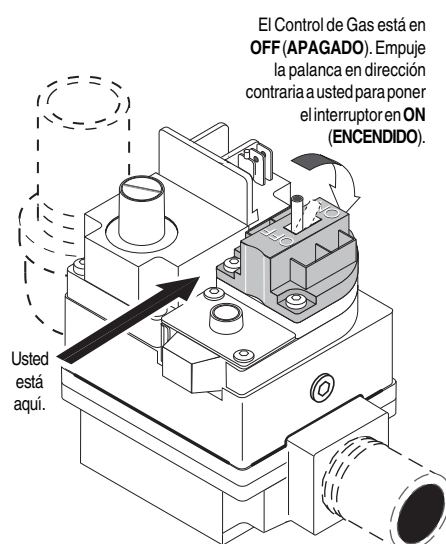

Figura 26.
6. **Válvula de Palanca:** Tire la palanca hacia usted para apagar el gas, ver **Figura 26**.
7. Espere cinco (5) minutos para sacar cualquier gas. Si luego le huele a gas, ¡**DETENGASE!** Siga el paso "B" de las instrucciones "Antes de Encender" (página 32). Si no le huele a gas, vaya al siguiente paso.
4. **Válvula de Palanca:** Tire la palanca hacia usted para apagar el gas, ver **Figura 26**.